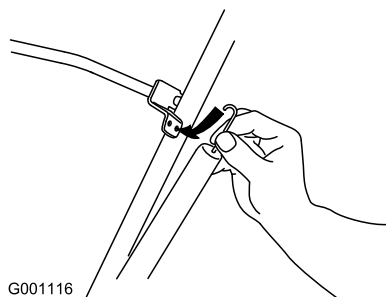

Bild 7
4. Haken Sie das Ende der Bowdenzugfeder in die untere Loch des Schaltbügels ein (Bild 7).